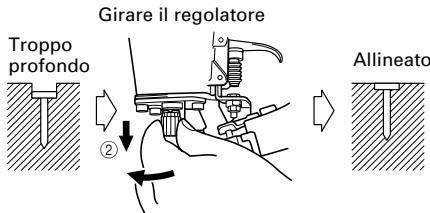

Fig. 9
- ② Se i chiodi sono inseriti troppo a fondo, girare il regolatore in senso antiorario tirandolo verso il basso. Quando il regolatore viene rilasciato, ritorna in su. Inoltre girare il regolatore fino a che raggiunge una posizione dove si fissa con uno scatto. (Fig.9)